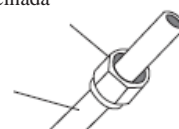

Fig. 7.4
- Coloque tuercas abocinadas a ambos extremos de la tubería. Asegúrese de que están colocadas en la dirección correcta, puesto que, una vez ensanchadas, no podrá recolocarlas o cambiar su dirección. Vea la Fig. 7.4